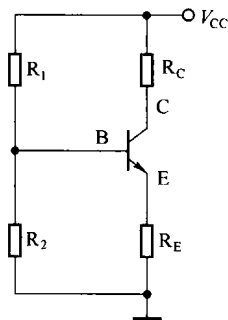

图 1-14 题 20 图
- (4) 由 $P=U^2/R$ 可知, P 与 R 成反比; 而由 $P=I^2R$ 可知, P 与 R 成正比。因而, $P=U^2/R$ 与 $P=I^2R$ 是矛盾的, 不成立的。
20. 在图 1-14 电路中, $V_{CC}=6V$, $U_{R_1}=4V$, $U_{R_C}=2V$, $U_{R_E}=1.3V$ 。求: V_B 、 V_C 、 V_E 及 U_{CE} 。